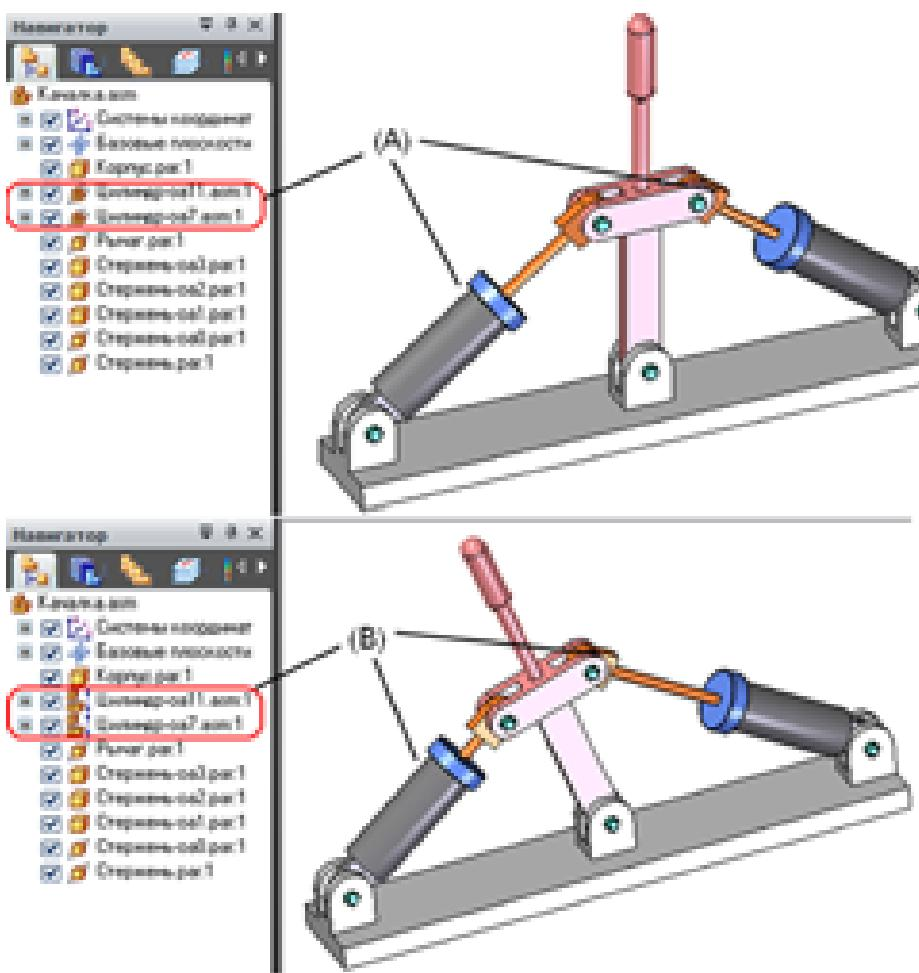

Рисунок 15. Режим динамических подсборок дает возможность управлять их внутренними связями, находясь на уровне главной сборки
Функционал динамических сборок дает возможность конструктору более гибко работать со сложными сборками различных механизмов, где важно в процессе проектирования в любой момент времени оценить кинематику этого механизма. Конструктор создает правильную структуру сборки механизма с точки зрения технологии ее изготовления, при этом, не нарушая возможности посмотреть в динамике, как он работает. Рисунок 15 показывает пример простейшей сборки «Качалка», где применен механизм динамических сборок. Здесь подсборки цилиндров являются динамическими, что дает возможность управлять их сборочными связями в сборке верхнего уровня. В обычном режиме, т.е. когда подсборки «статические» (A), их внутренние связи недоступны для управления, что затрудняет кинематический анализ всей сборки с учетом ее состава. В динамическом режиме (B), конструктор имеет возможность управлять внутренними связями подсборки в сборке верхнего уровня «Качалка». При этом существующие внутренние связи в подсборках цилиндров временно отключаются, и конструктор определяет